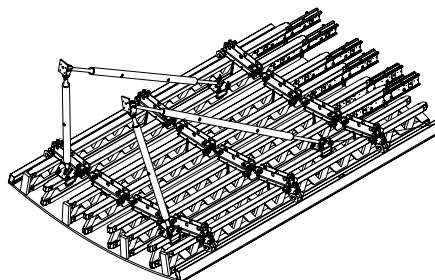

Fig. A8.01
- Fissare sempre al primo elemento da posizionare due bracci e puntelli di stabilizzazione. (Fig. A8.01)